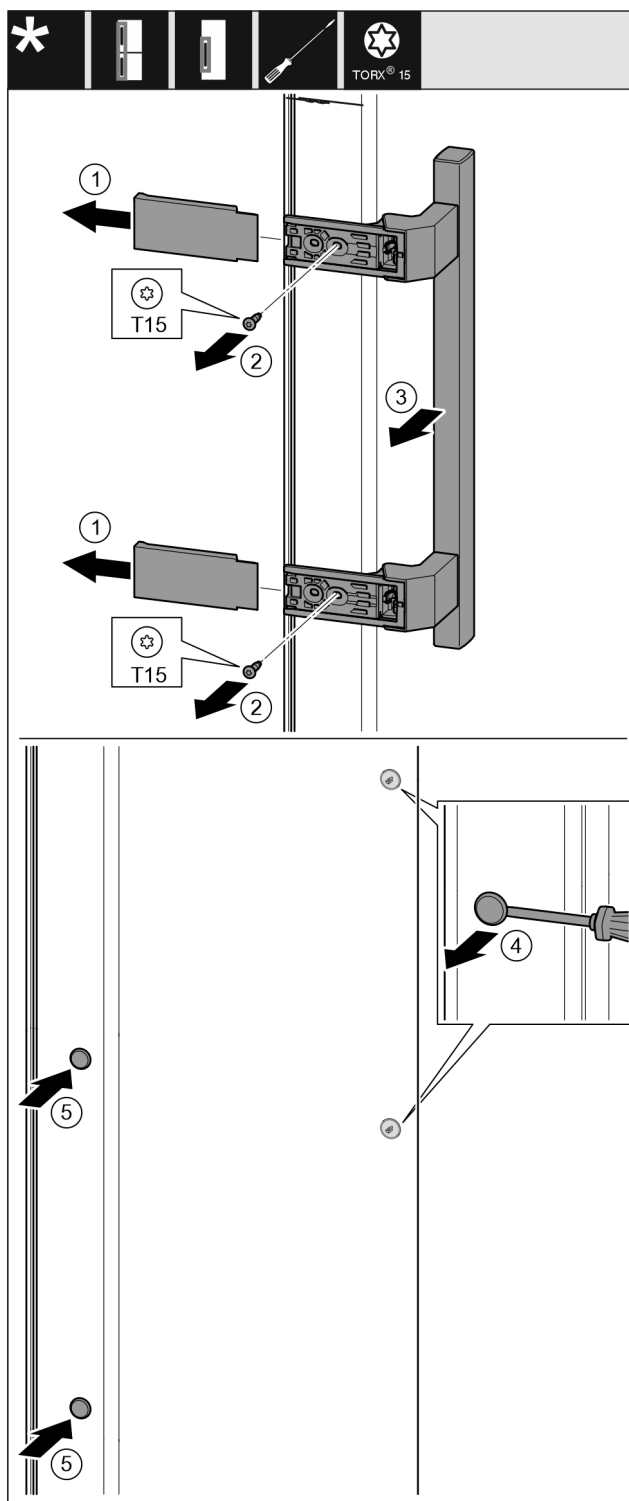

Fig. 18
- ▶ Trek de afdekking eraf. Fig. 18 (1)
- ▶ Draai de schroeven los met een Torx 15-schroevendraaier. Fig. 18 (2)
- ▶ Verwijder de handgreep. Fig. 18 (3)
- ▶ Til de zijplug voorzichtig op met een platte schroevendraaier en trek hem eruit. Fig. 18 (4)
- ▶ Plaats de stekker terug aan de andere kant. Fig. 18 (5)